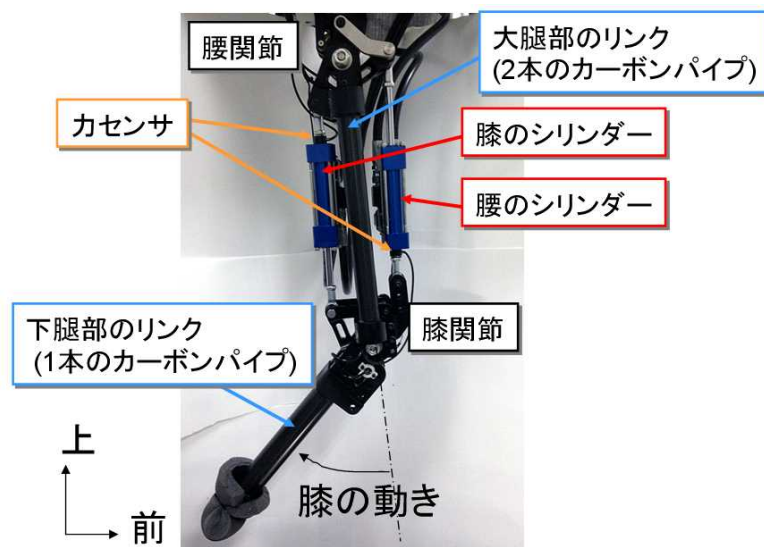

図1 ロボットの概観。ただし、外装ははずしている。大腿部と下腿部とで構成されている。2本の油圧シリンダがリンク機構を介して腰関節と膝関節を駆動。関節には角度センサが、油圧シリンダには力センサがそれぞれ組み込まれている。リンクはカーボン繊維強化プラスチックでできている。腕ロボット（マニピュレータ）としても利用可能。
開発したロボットの概観を図1に示す（外装を取り外した状態）。油圧ショベルに似た構造を持ち、軽量で強靱である。重さは 6kg で、成人男性の脚部を参考に設定した。油圧ホースを介して外部のポンプで駆動される。同時に開発した専用制御装置により、位置とスピードの制御はもちろん、力センサによる力覚情報を高速でフィードバックすることによる精密な力制御ができる。リンク部がカーボン繊維強化プラスチック製である点と、力制御による柔軟な運動制御が可能である点が、米国で開発中のロボットと比較した特長である。代表的な実験結果の動画を下記 URL にリンクした。
油圧シリンダの力を測定する力センサと独自開発した専用制御装置を使って油圧シリンダの発生力を細かく操作することにより、関節のトルク（回転力）を自在に制御できる。例えば図1のロボットは0 Nm（脱力状態）から最大300 Nm（腕を横に伸ばして10kgの米俵を6つぶら下げるときに肩にかかる力）までの大きなトルクが発揮することが可能である。人間は走行時にこれだけの大きなトルクを発揮すると言われている。
- 同じ体重と寸法で、人間と同等のスピードと力を出せることが可能になった。実際、この関節を用いて人間の大腿部を模して作った図1のロボットは0.05秒で90度動かせるスピードを持ち、本体重量6kgでありながら、最大200kg（直立姿勢を除く）の荷重を支えることができる。